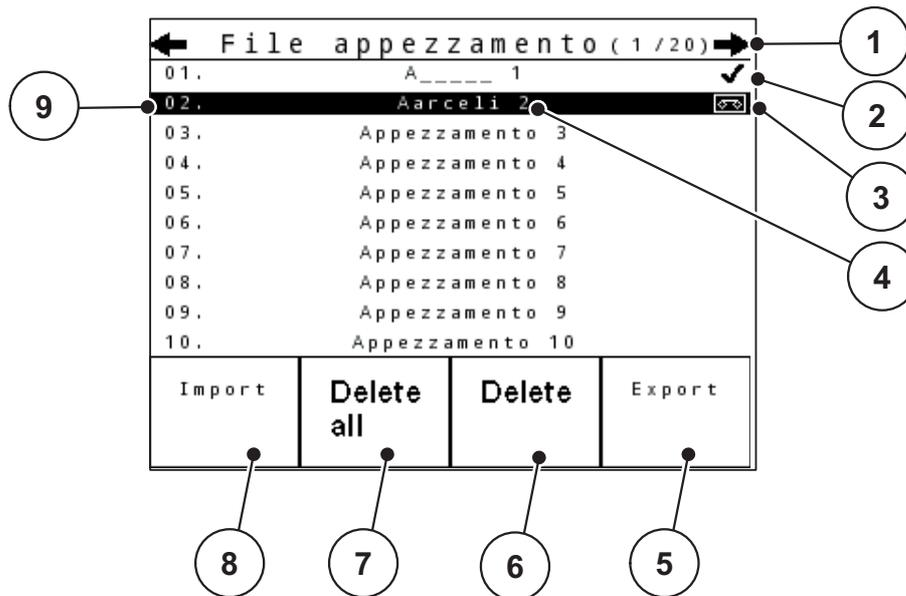

Figura 4.15: Menu file
2. Premere il tasto funzione **F1 Import** (vedere figura 4.15).
2. Premere il tasto funzione **F4 Export** (vedi figura 4.15).